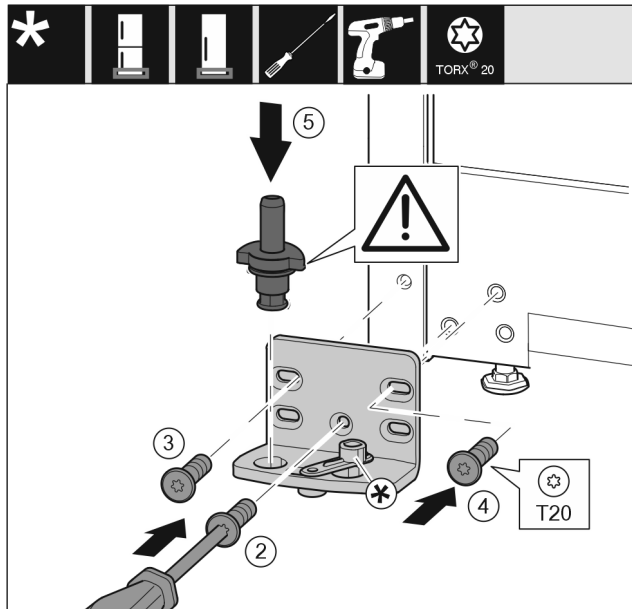

Fig. 21 *
- Helyezze fel a csapágybakot a másik oldalra, és csavarozza fel csavarhúzóval. Kezdje alul, a középső csavarral Fig. 21 (2).*
- Húzza meg a csavart Fig. 21 (3) és a csavart Fig. 21 (4).*
- Helyezze be teljesen a csapszeget Fig. 21 (5). Ügyeljen közben arra, hogy a reteszelő bütyök hátrafelé mutasson.*
- Helyezze fel a csapágybakot a másik oldalra, és csavarozza fel csavarhúzóval. Kezdje alul, a középső csavarral (2).*
- Húzza meg a csavart (3) és a csavart (4).*
- Helyezze be teljesen a csapszeget (5). Ügyeljen közben arra, hogy a reteszelő bütyök hátrafelé mutasson.*